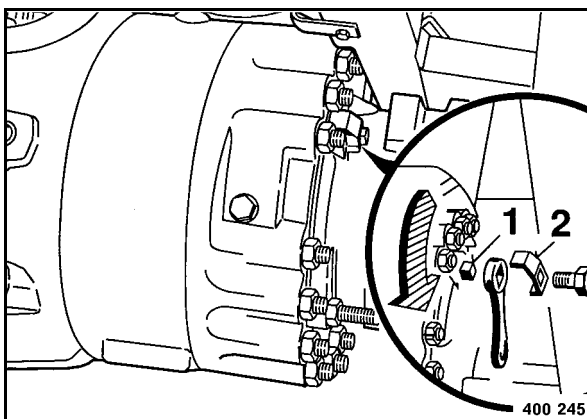

Fig. 224
- Desenroscar la chapa de seguridad (2) (Fig. 224).
- Girar el cuadrado (1) hasta el tope en el sentido de las agujas del reloj.